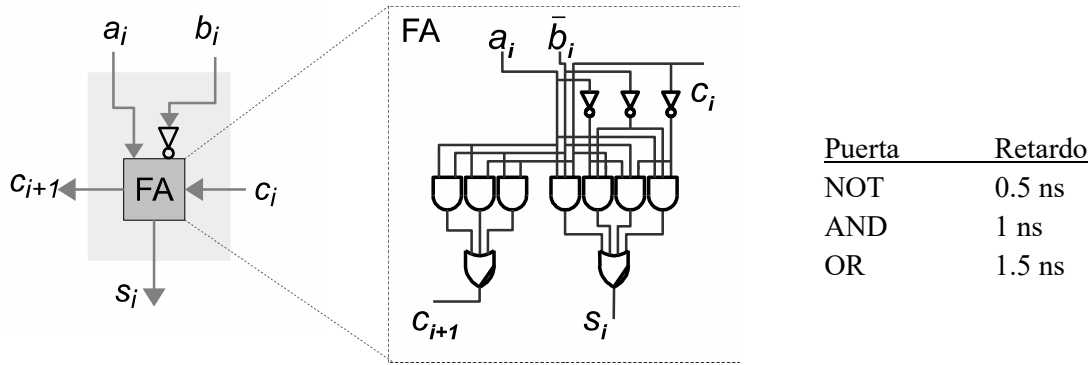

Figura 3. Combinación de un FA y una puerta NOT
- 4 (1.2 puntos) Considere el circuito de la figura 3, que combina un sumador FA y una puerta NOT. Vea también los retardos de los componentes.
- a) (0.4 puntos) Si las entradas a_i , b_i y c_i llegan simultáneamente al circuito de la figura 3, ¿cuáles son los retardos de las salidas c_{i+1} y s_i ?